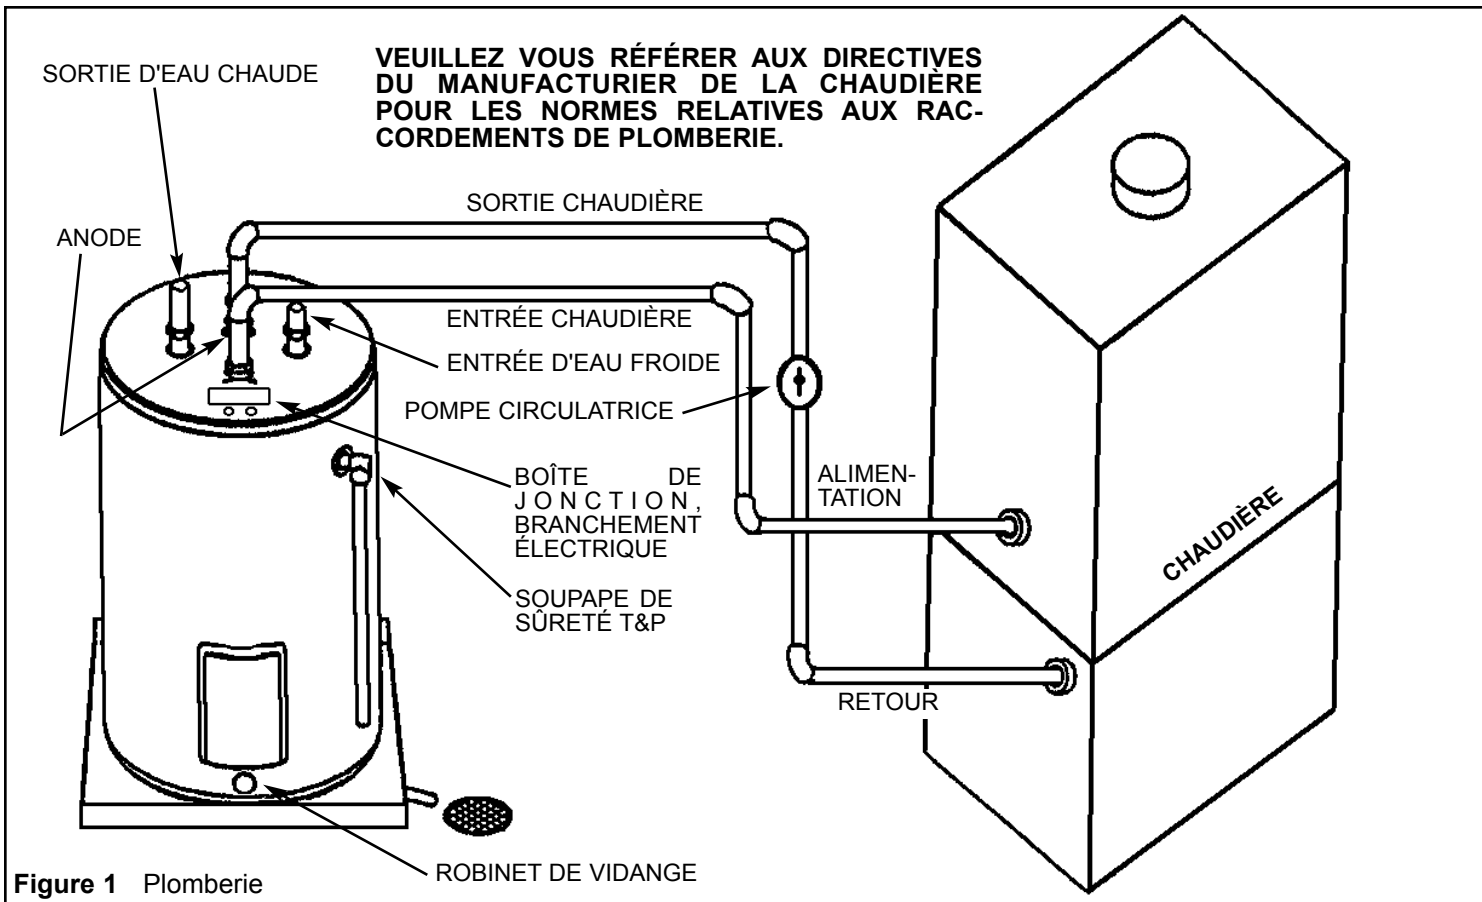

Figure 1 Plomberie
3. Une soupape de surpression homologuée doit être installée tel qu'illustré à la Figure 1.
6. Les deux raccords filetés fournis avec le chauffe-eau doivent être insérés sur les orifices marqués "Boiler In" et "Boiler Out". Reliez le raccord "Boiler In" du chauffe-eau avec le raccord "Supply" de la chaudière et le raccord "Boiler Out" du chauffe-eau avec le raccord "Return" de la chaudière. Une pompe circulatrice adéquate devrait être placée entre le raccord "Boiler Out" du chauffe-eau et le raccord "Return" de la chaudière. Voir Figure 1.